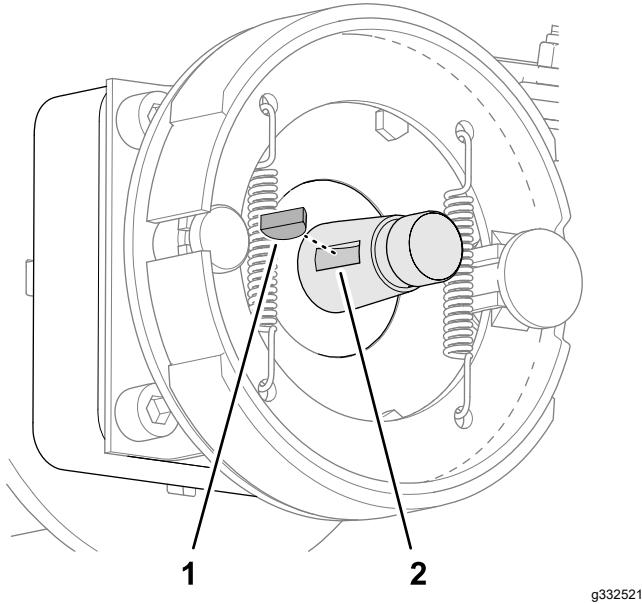

Figura 67
- 5. Retire a chave semirredonda do veio do motor das rodas (Figura 67).